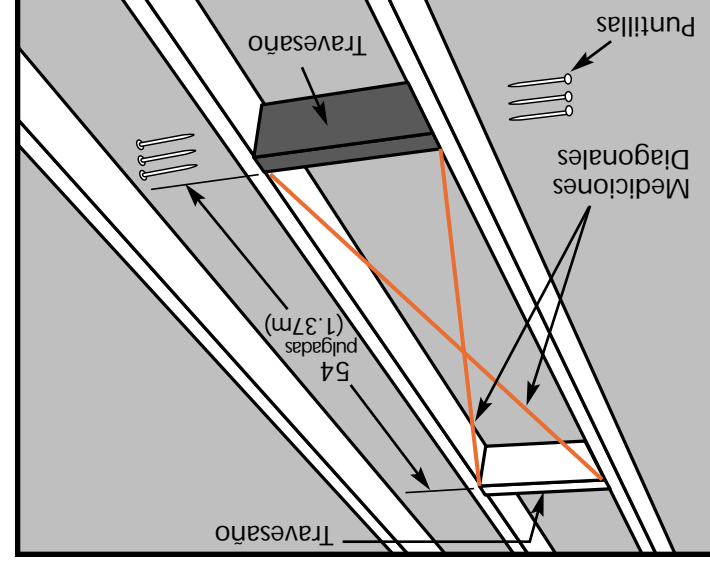

Figura 14
PASO 5. Posicione el segundo travesaño 54 pulgadas a partir del primer travesaño y repita el Paso 4 (Figura 14).
PASO 6. El marco para la abertura preliminar requiere espaciadas de modo que estas conforman los otros dos lados de la abertura preliminar, revise la abertura en cuanto a ángulo recto midiendo transversalmente las diagonales. Las mediciones no deben diferir en más de 1/8" pulgadas (3.2mm) para considerarse en ángulo recto (Figura 14).